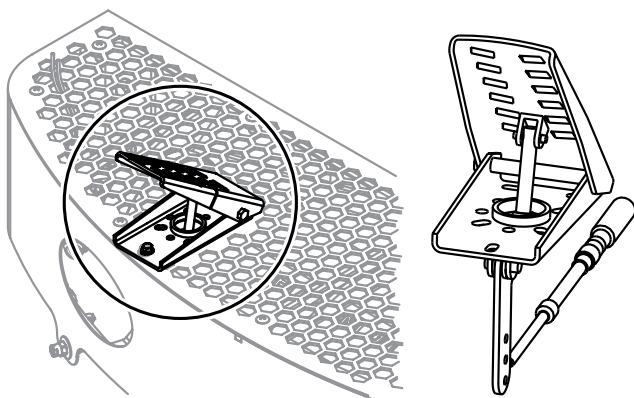

Abb. 9. Pedal zur Rotordrehzahlsteuerung
2. Das Pedal (Abb. 9) steuert die Rotor- und Motordrehzahl. Die Pedalposition bestimmt die Rotordrehzahl. Eine niedrige Rotordrehzahl wird bei leichtem Pedaldruck erzielt. Die maximale Rotordrehzahl wird beim Durchtreten des Pedals erreicht.